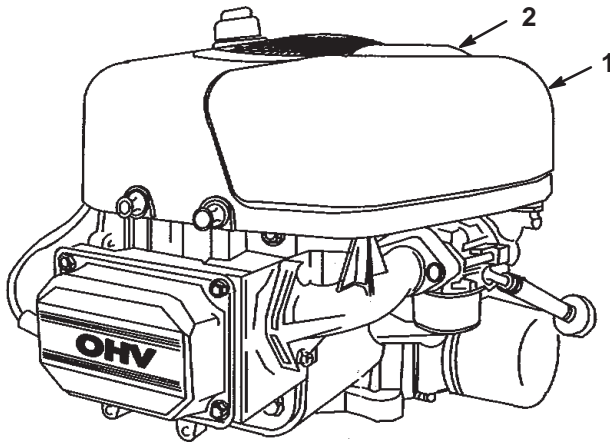

Figure 33
2. Tirez la poignée du couvercle du filtre à air et tournez-la vers le moteur (Fig. 33).